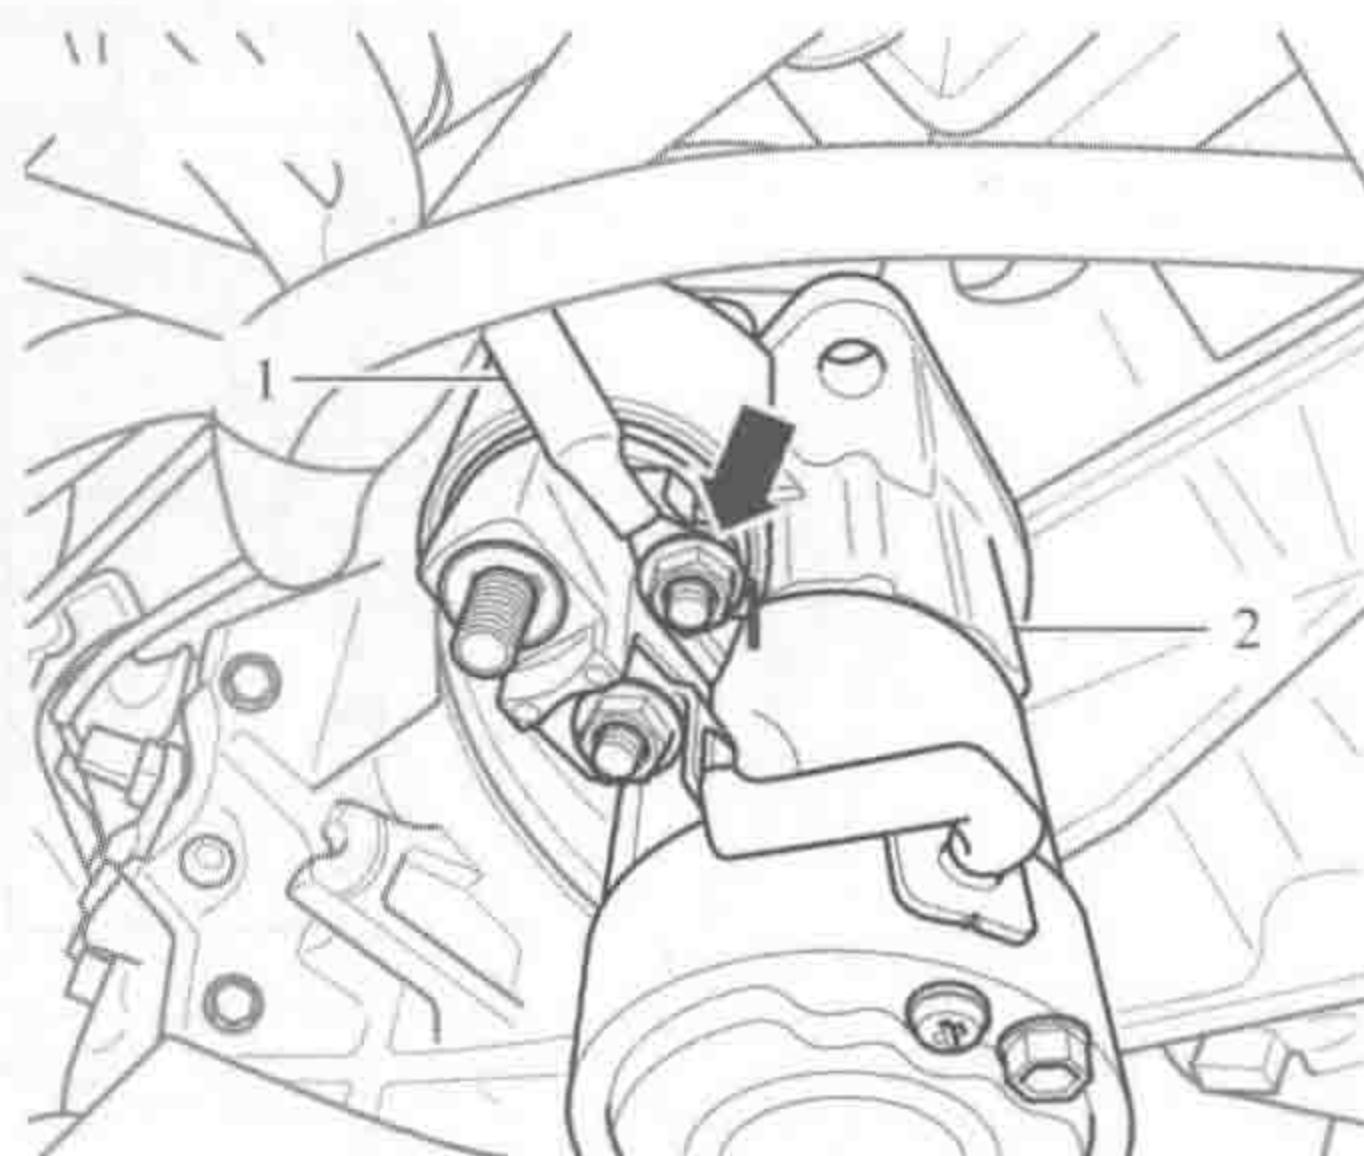

图 2-6 断开起动机控制线束
- 5) 旋出起动机控制电源接线柱螺母（箭头），断开起动机控制线束 1，取下起动机总成 2，如图 2-6 所示。